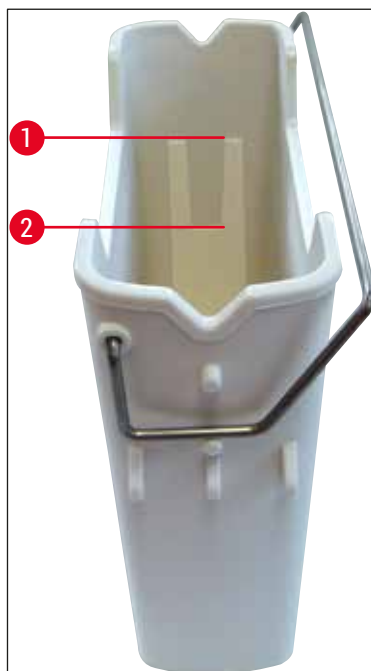

Bild 17
- » Kontrollera att reagenskyvetthandtaget är korrekt fastsatt på reagenskyvetten. Om detta inte är fallet ska handtaget sättas fast enligt (→ Bild 17).